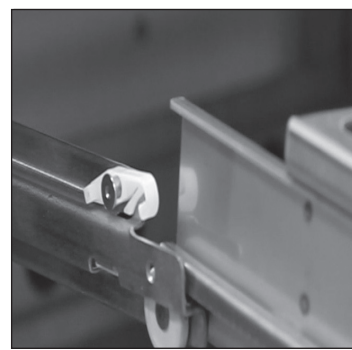

Рис. 7. Выровняйте выдвижной ящик относительно направляющей ящика.
13. Опустите пластмассовый фиксатор ящика, нажав на него, и надавите на него в направлении задней части шкафа. См. рис. 7.